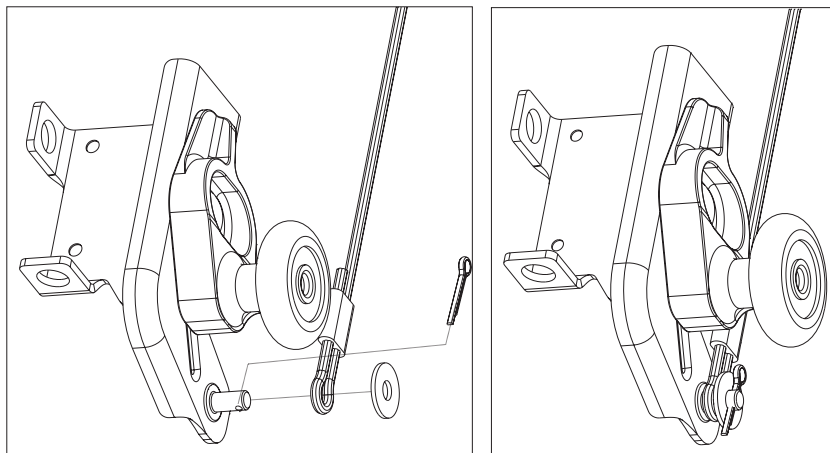

Рис.25.4
5) надеть петли тросов на пальцы нижних кронштейнов (рисунок 25.4). Для фиксации троса на палец установить шайбу и зашплинтовать;